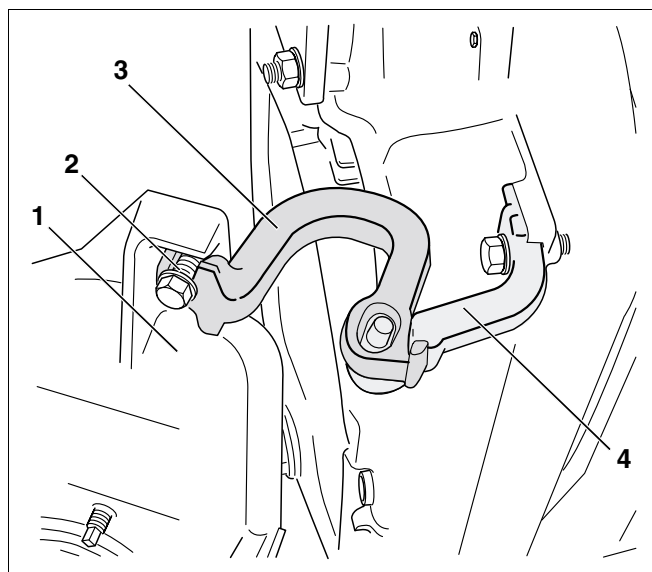

Fig. 38 Fixarea ușii cazanului (aici: pe partea dreaptă)
- Ambele inele-balama (Fig. 38, **Poz. 3**) cu gaură longitudinală, se vor fixa cu ajutorul unui șurub M 12 × 25 (Fig. 38, **Poz. 2**) de ușa cazanului. (Fig. 38, **Poz. 1**).
- Inelele-balama (Fig. 38, **Poz. 3**) de la ușa cazanului, se prind de elementul de fixare (Fig. 38, **Poz. 4**) la elementul frontal.